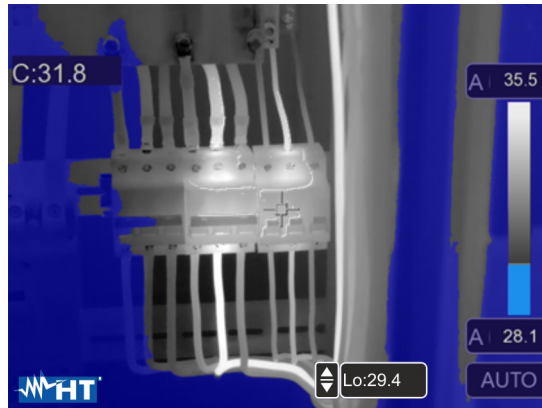

Fig. 42: Selección isoterma Alarm low Temp
7. Toque el rango “Lo” en la parte inferior del visualizador y utilice las teclas flecha ▲ o ▼ para configurar el valor del umbral de temperatura mínima por debajo de la cual el instrumento muestra los puntos de la imagen en color azul y en gris los restantes puntos (ver la Fig. 42)